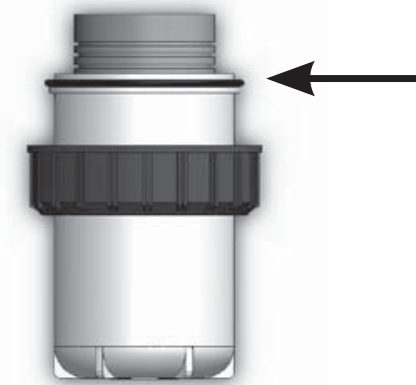

Figura 7 Junta tórica en el cárter
4. Descarte el cartucho usado y, en caso necesario, limpie las carcasas del cárter. Asegúrese de enjuagar a fondo el cárter con agua para retirar cualquier agente de limpieza. Antes de instalar un cartucho nuevo, asegúrese de que las juntas tóricas están fijadas en la parte superior del cárter (Consulte Figura 7), y si hay algún daño visible en las juntas tóricas, sustitúyalas (P/N: OR40-50).